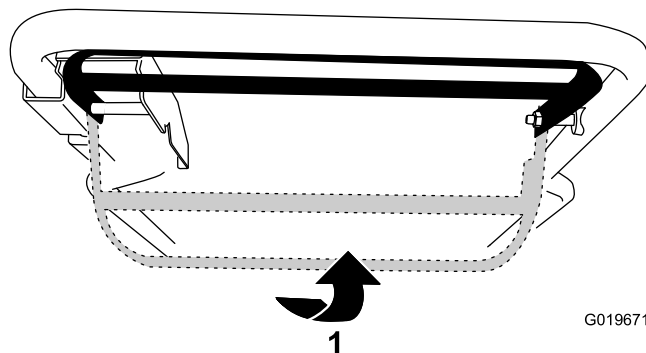

Figure 14
- Pour utiliser l'autopropulsion sans engager la lame, relevez la barre de commande contre le guidon (Figure 14).